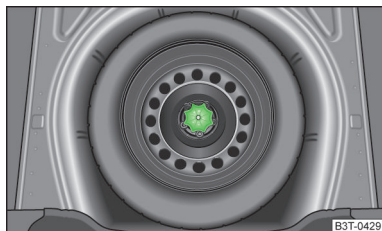

Fig. 135
Roata de rezervă este situată într-un locaș aflat sub podeaua portbagajului și este fixată cu o piuliță specială » fig. 135.
- Deșurubați piulița » fig. 135 rotind în sens antiorar.
- Înșurubați piulița » fig. 135, rotind în sens orar, până când roata este bine fixată.